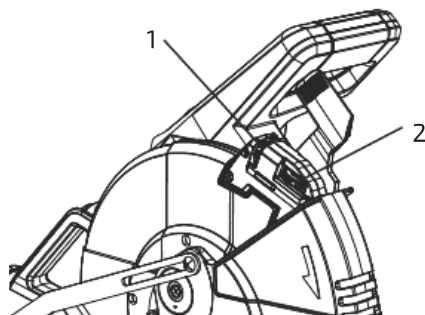

Рис. 27
Слегка повернуть рукоятку вертикальной лазерной регулировки (1) (рис. 27), чтобы отрегулировать вертикальный угол лазерной линии на торце доски.
Слегка повернуть рукоятку горизонтальной лазерной регулировки (2) (рис. 27), чтобы отрегулировать горизонтальный угол лазерной линии на поверхности доски.